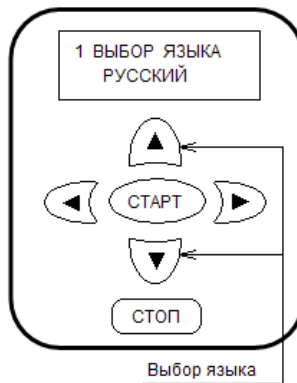

Рис. 32.
- кнопками «БОЛЬШЕ», «МЕНЬШЕ» выбрать нужный язык, см. рис. 32.